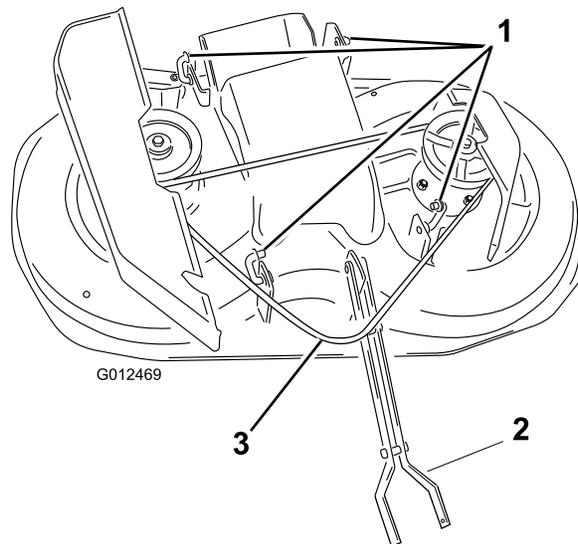

Figura 42
9. Rimuovete la cinghia dalla puleggia della frizione (Figura 42).
11. Rimuovete i perni dai 4 giunti posteriori e rimuovete i giunti dal trattore (Figura 42).
Nota: Potete lasciare i giunti montati sul tosaerba, come illustrato nella (Figura 42).